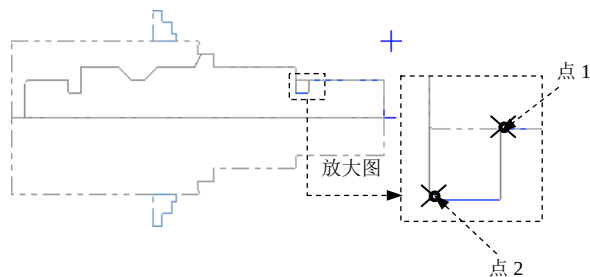

图 19.9 定义加工轮廓
Step2. 定义加工轮廓。在“径向车削的切槽选项”对话框中选中 **2点** 单选项，单击 **✓** 按钮，在图形区依次选取图 19.9 所示的点 1 与点 2，然后按 Enter 键，系统弹出“车床-径向粗车 属性”对话框。